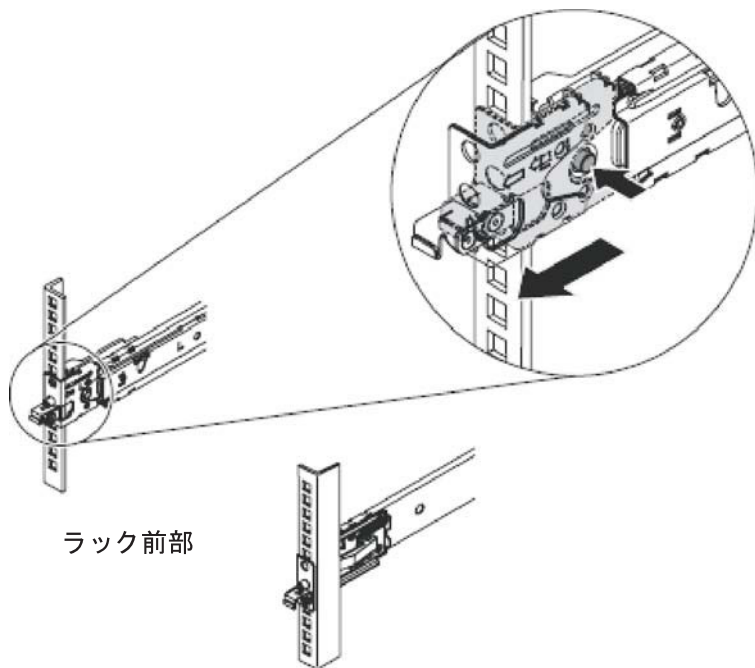

図42. スライド・レールの前部端の取り外し
3. 72ページの図42に示すように、スライド・レールの前部端を取り外します。
4. 図42 に示すように、スライド・レールの後部端を取り外します。